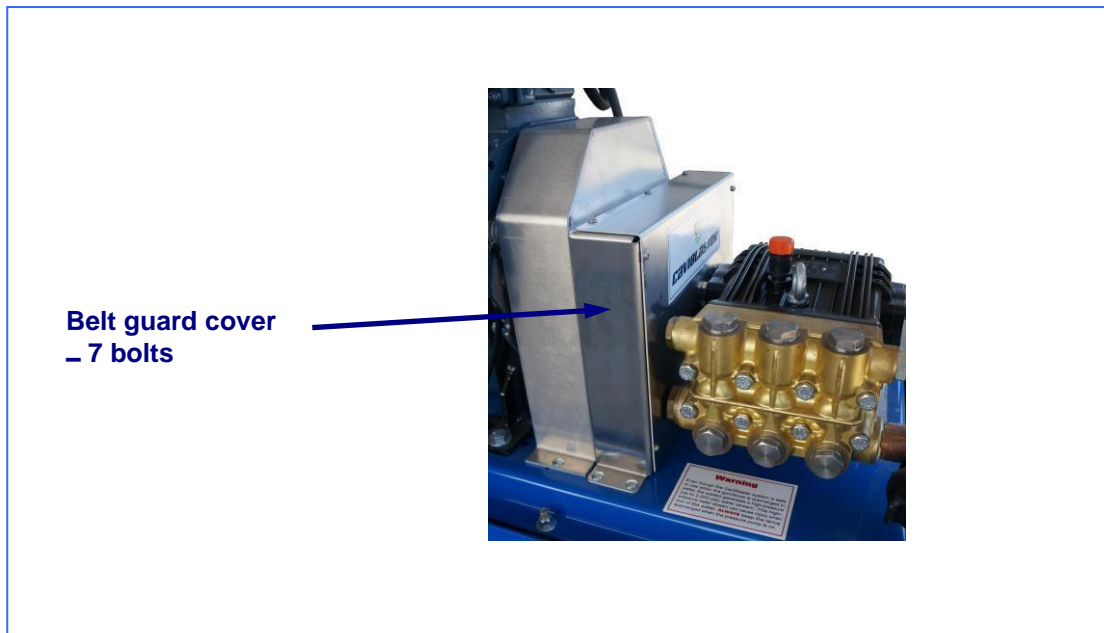

Figura 6.2 – Inspeção / tensão do cinto.
1. Remova a tampa da correia (veja a Figura 6.2).